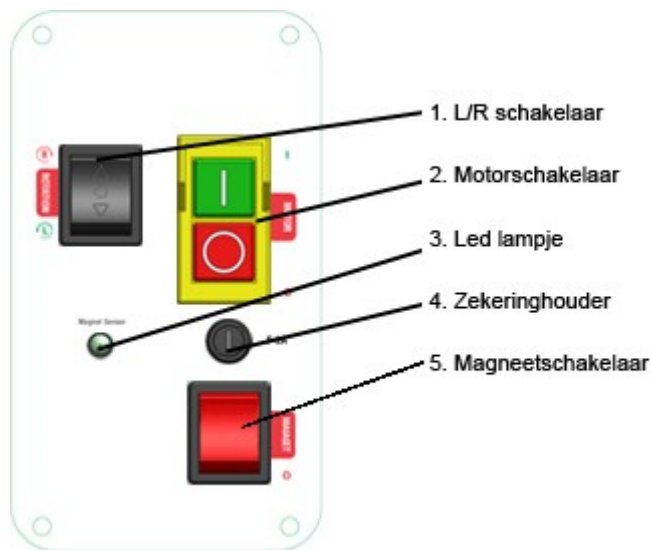
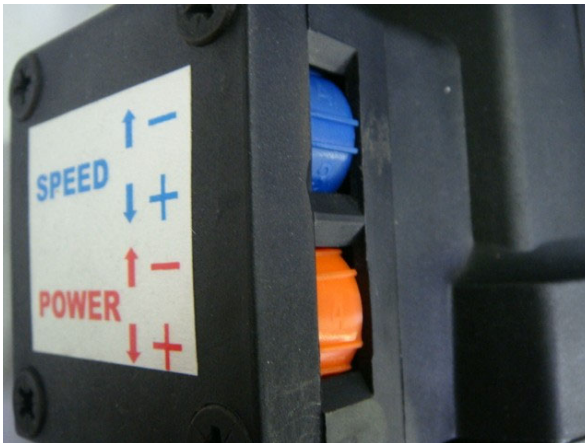

Fig. 2
Fig. 3
Zet de kernboormachine op het werkstuk. Druk op de rode schakelaar om de magneet te activeren (Fig. 2 – 6). De schakelaar wordt verlicht (rood) en het groene LED lampje (Fig. 2 - 3) geeft aan dat de magneet is ingeschakeld. Om de magneet uit te schakelen kunt u de zelfde schakelaar gebruiken (Fig. 2 - 6).
De motor kan alleen worden ingeschakeld wanneer de magneet is geactiveerd. Druk op de groene knop met "I" (Fig. 2 - 2) om de motor aan te schakelen. Om de motor weer uit te zetten drukt u op de rode knop met "O"(Fig. 2 - 2).
Bij de RTC.100 r/l kernboormachines zitten de toerental en torque regelaars aan de zijkant van de motor unit (fig. 3). Bij nieuwe type machines zit de toerental regelaar op de panel plate (fig. 2). Het bovenste (blauwe) wieltje is om het toerental te regelen en het onderste (oranje) wieltje is om de torque te regelen.
- Schakel alleen de motor uit (Fig. 2 - 2). Laat de magneet 'aan' staan zodat de machine niet kan verschuiven en exact op dezelfde positie blijft staan. Verwissel de kernboor voor de taphouder en machinetap;
- Zet de tandwielbak in de laagste stand (Fig. 4) en draai de snelheidsmeter linksom naar het laagste toerental (Fig. 2 - 5). Zet de L / R schakelaar in de 'R' stand waardoor de motor met de klok mee gaat draaien (Fig. 2 - 1);
- Zet de machine aan (Fig. 2 - 2) en draai de motor met de handels naar beneden zodat de machinetap in het 'gat' zakt. Draai nu de hendel (Fig. 1 - 2) zonder al te veel druk verder naar beneden en tap de gewenste diepte;
- Vlak voordat u de juiste gewenste diepte heeft bereikt is zet u de motor uit (Fig. 2 - 2). Zet de L/ R schakelaar op 'L' zodat de as tegen de klok in draait (Fig. 2 - 1).
- Zet de motor weer aan (Fig. 2 - 2) en begeleid de machinetap omhoog door aan de handels te draaien totdat deze volledig uit het werkstuk is. **LET OP:** Hierbij mag de machinetap geen opwaartse druk op de slede uitoefenen en de motor unit omhoog duwen.